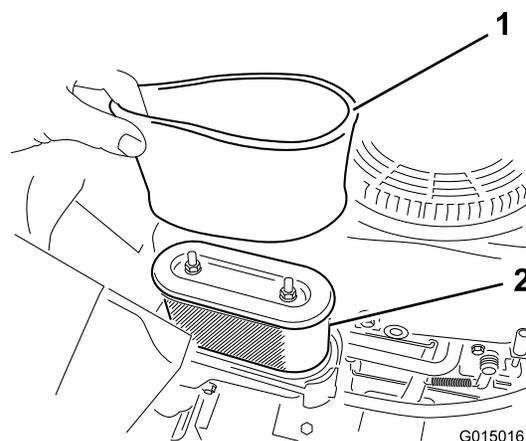

Bild 21
6. Nehmen Sie die Schaum- und Papierfiltereinsätze vorsichtig aus dem Luftfiltergehäuse heraus (Bild 21).
5. Fluchten Sie die Nasen des Luftfilterdeckels mit den Schlitzen im Gebläsegehäuse aus (Bild 21).